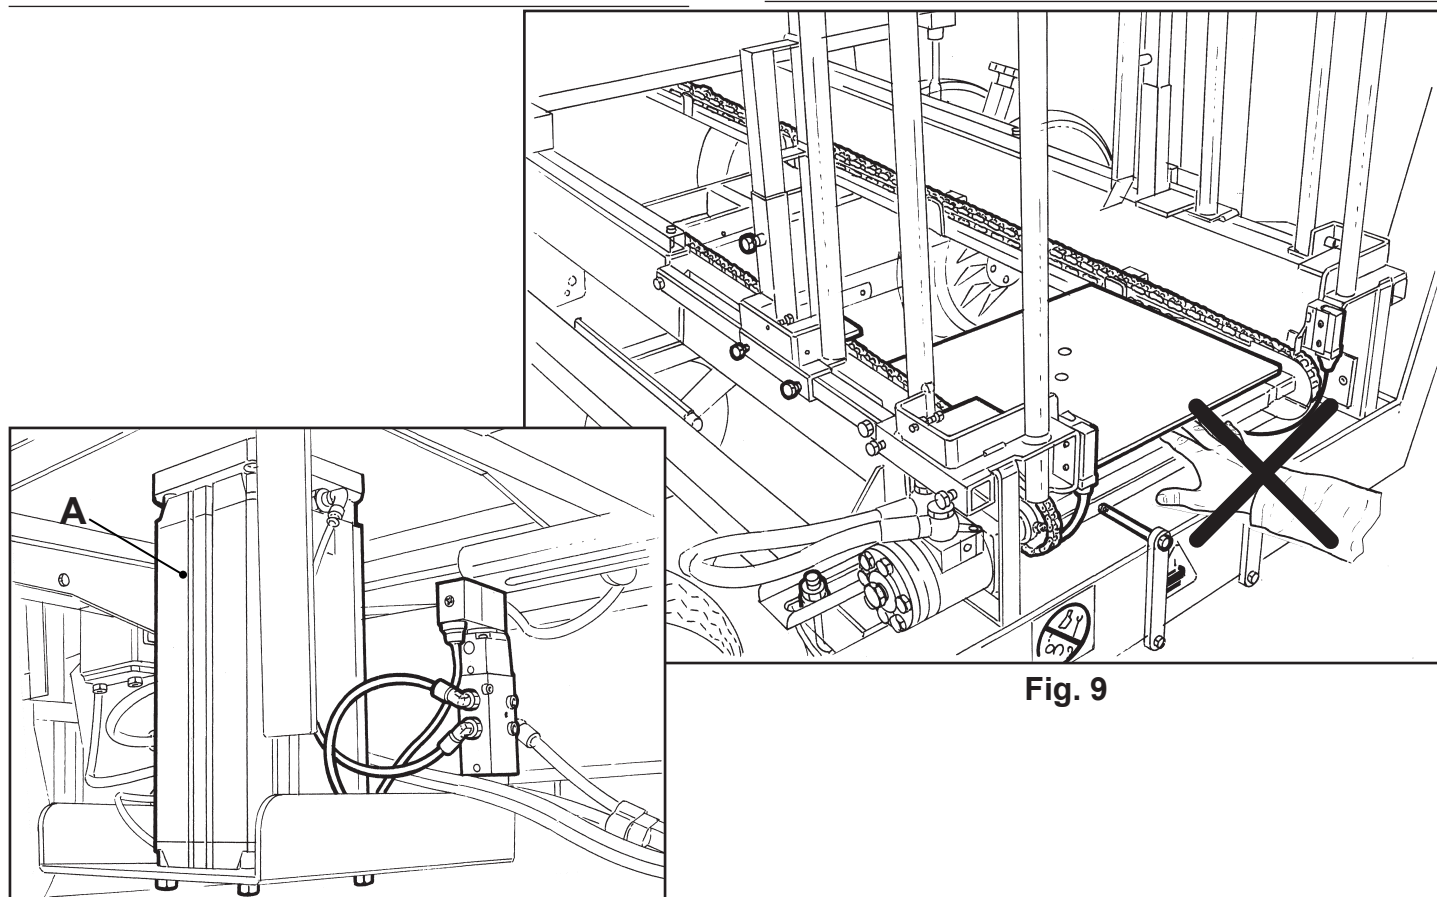

Fig. 9
ATTENZIONE: PERICOLO DI SCHIACCIAMENTO! Fare molta attenzione a non inserire le mani sotto al piatto di accatastamento seminiere, in particolar modo mentre la macchina lavora, in quanto un suo movimento inaspettato, azionato dal cilindro (A), esporrebbe la persona interessata ad un rischio di schiacciamento agli arti con conseguenti lesioni (Fig. 9).
WARNING: CRUSHING HAZARD! Take great care not to insert your hands under the seeder stacking plate, especially while the machine is running. The cylinder (A) could unexpectedly cause movements that would expose the person concerned to a crushing hazard, resulting in injury (Fig. 9).
des membres avec lésions conséquentes (Fig. 9).
(Fig. 9).